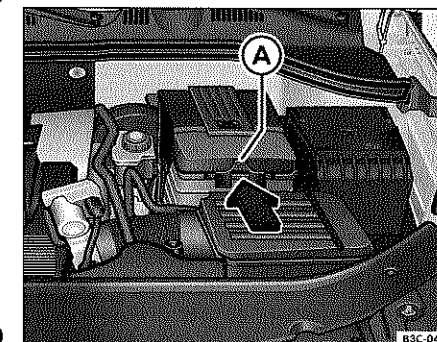

Fig. 17 Desmontaje de la tapa de la batería del vehículo
- Presione sobre la lengüeta ⇒ fig. 17 **A** en el sentido de la flecha y retire la tapa hacia arriba.